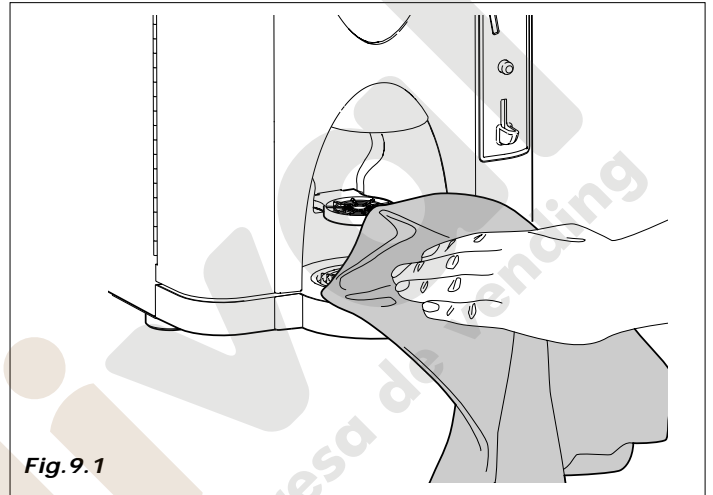
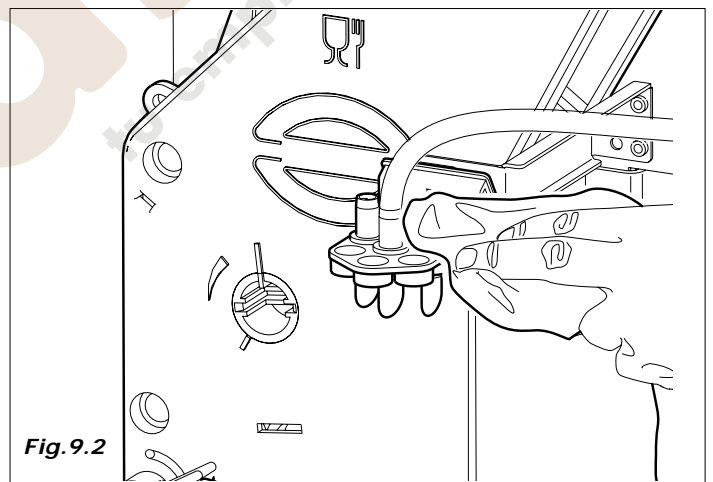

Fig. 9.1
Fig. 9.2
- limpiar todas las partes visibles de la zona de recepción de vasos (Fig.9.1 e Fig.9.2)